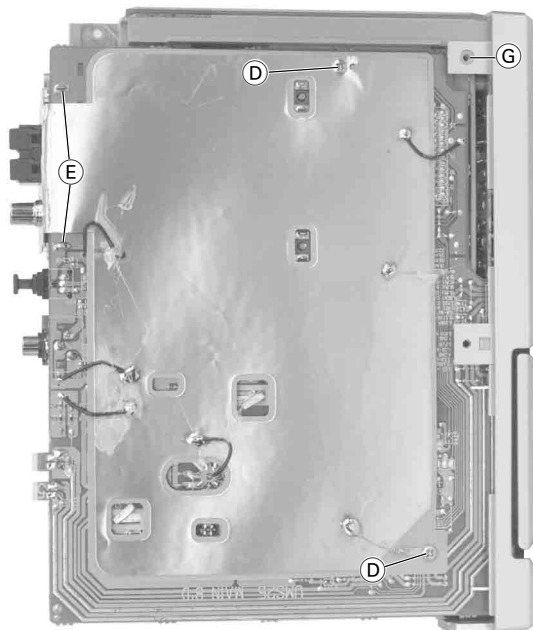

Fig. 3
- 2 Schrauben (D) (Fig. 3) herausdrehen und Hauptplatte abnehmen.
**Montagehinweis:** Beim Einbau ist darauf zu achten, daß die Abschirmung wieder angebracht ist (Fig. 3).
- 2 Lötstellen (E) (Fig. 3) auflöten.
- 2 Halter (G) (Fig. 3) ausrasten und CD- und Bedienteil herausnehmen.
- Undo 2 screws (D) (Fig. 3) and remove the main board.
**Reassembly:** When reassembling take care to refit the shielding (Fig. 3).
- Unsolder 2 solder tags (E) (Fig. 3).
- Disengage 2 holders (G) (Fig. 3) and remove the CD part together with the operating board.